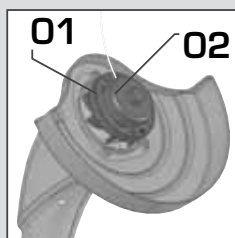

Fig. 06
Mantenha o porta carretel(1) fixo e gire a tampa do carretel(2) no sentido anti-horário **[Fig 06]**.